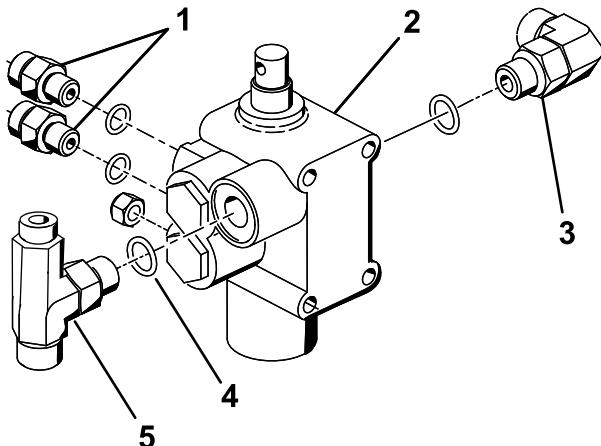

Figure 10
- Vissez dans le nouveau distributeur de levage un raccord à 90°, les 2 raccords hydrauliques droits et le raccord en T que vous avez retirés du distributeur existant à la section 3 Préparatifs d'installation des composants hydrauliques \(page 5\), comme montré à la Figure 10.